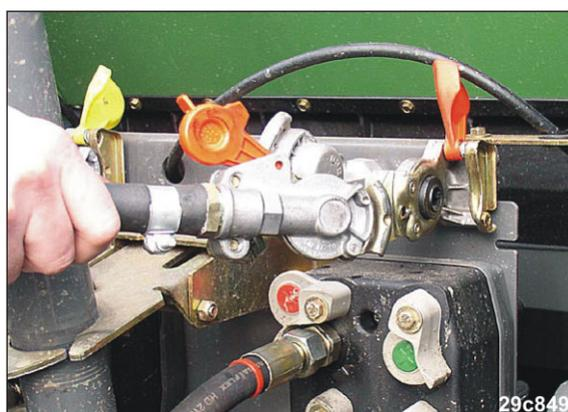

Fig. 129
3. Débrancher la tête d'accouplement (Fig. 129) de la conduite de réserve (rouge).